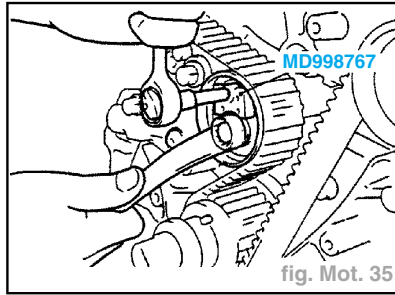

fig. Mot. 35
- Placer l'orifice de poulie de tendeur de manière à ce qu'il soit orienté vers le haut. Enfoncer la poulie du tendeur sur la courroie de distribution, et serrer provisoirement le boulon de fixation (fig. Mot. 35).